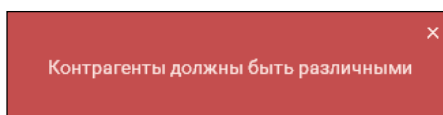

Рис. 167
**Внимание!** Значения в полях **Из подразделения** и **В подразделение** не должны совпадать. Если выбрать одно и тоже подразделение, то система выдаст сообщение (см. Рис. 167).